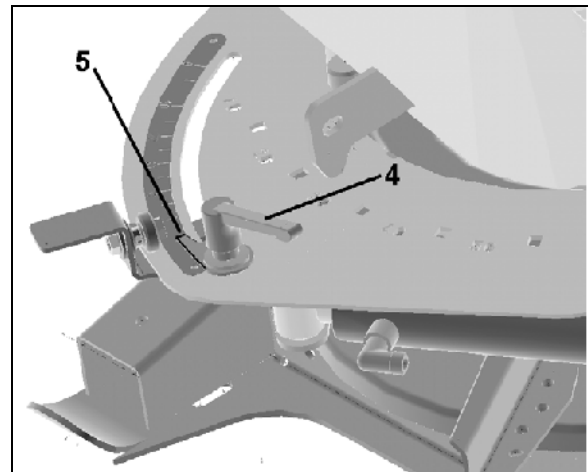

Fig. 37
2. Verstellhebel (Fig. 37/4) lösen.
3. Verstellhebel mit Zeiger so einstellen, dass der Zeigerablesekante (Fig. 37/5) auf den gewünschten Wert der Skala steht.